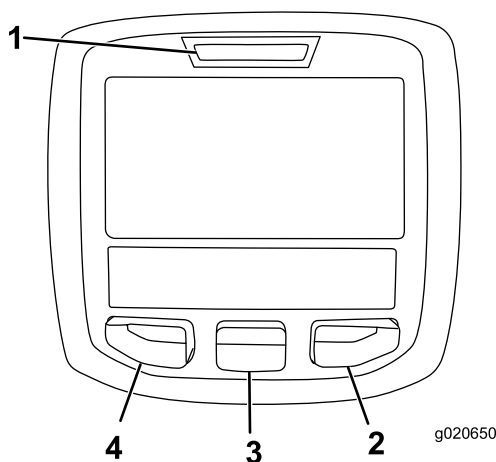

Figure 23
L'écran LCD de l'InfoCenter affiche des informations sur votre machine, comme l'état de fonctionnement, ainsi que divers diagnostics et autres renseignements la concernant (Figure 23). Il comprend un écran de démarrage, un écran d'information principal, un écran d'information moteur des unités de coupe (UC) et un écran d'information de déplacement.